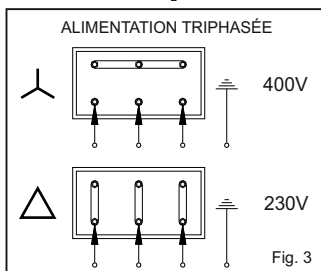

Fig. 3
- Les schémas de la Fig. 3 illustrent un branchement électrique bien fait.